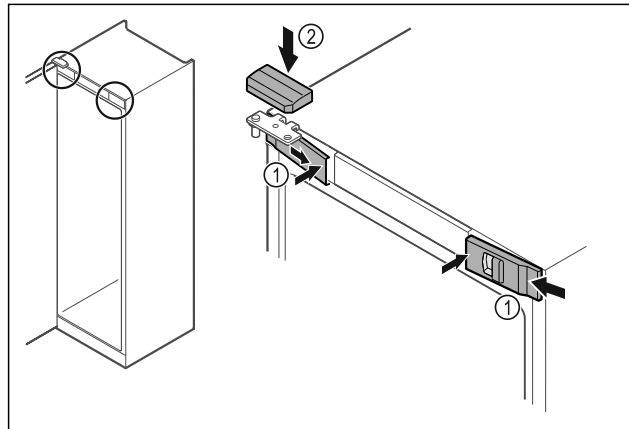

Fig. 55
- ▶ Zaháknite predné kryty Fig. 55 (1) naboku a zaistite ich vnútri.
- ▶ Zaistite horný kryt Fig. 55 (2) zhora.